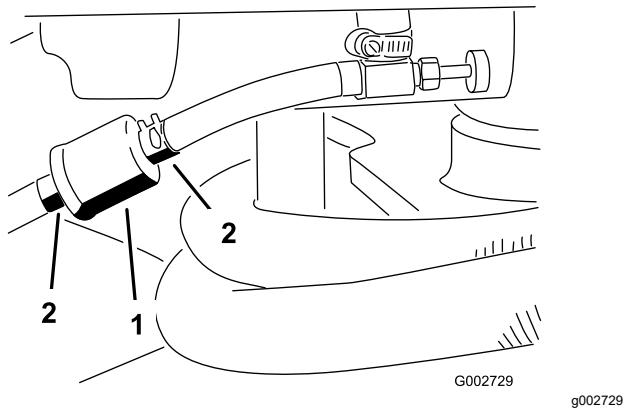

図 31
1. 燃料バルブを閉じ、フィルタのキャブレタ側についているホースクランプをゆるめ、燃料ラインからフィルタを外す図 31。